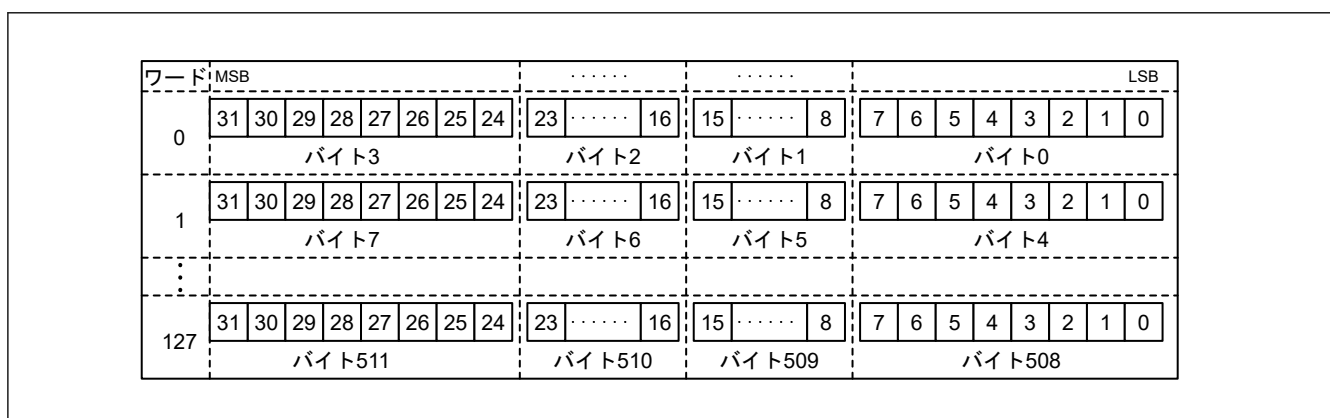

図 35.4 SD_BUF 格納データ
3. SD_BUF に格納されたデータが SD_BUF0 から読み出される (図 35.4 を参照)。